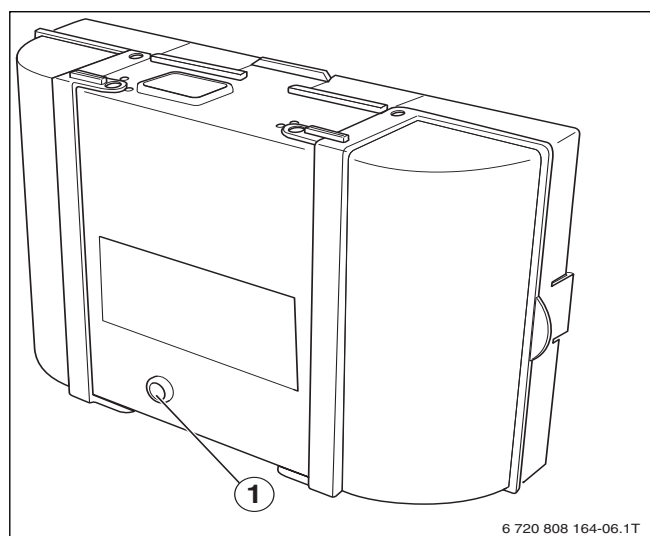

Bild 91 Störungen am Feuerungsautomaten zurücksetzen
- ▶ Entstör-Taste am Feuerungsautomaten drücken (→ Bild 91).